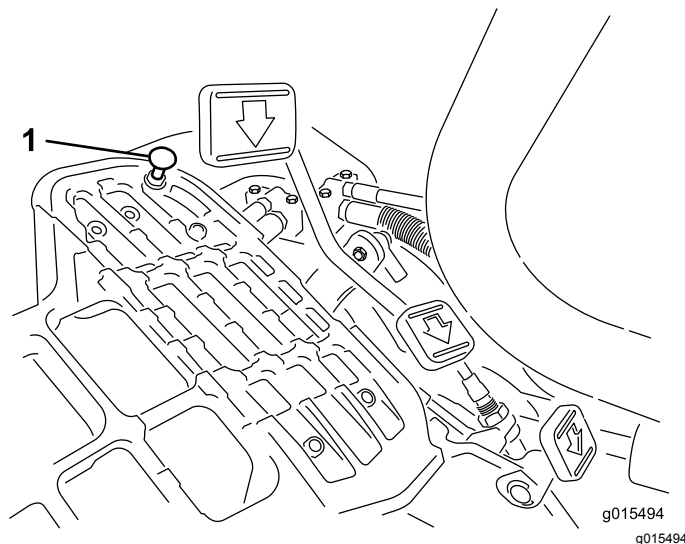

Figura 34
Per ottenere la velocità massima di trasferimento mettete la leva di comando delle funzioni in posizione di TRASFERIMENTO e premete il pedale di trazione. Se il pedale tocca il fermo (Figura 34) prima che avvertiate la tensione sul cavo, effettuate la seguente procedura di regolazione:
1. Spostate la leva di comando delle funzioni in posizione di TRASFERIMENTO e allentate il dado di bloccaggio che fissa il fermo del pedale alla piastra di appoggio (Figura 34).